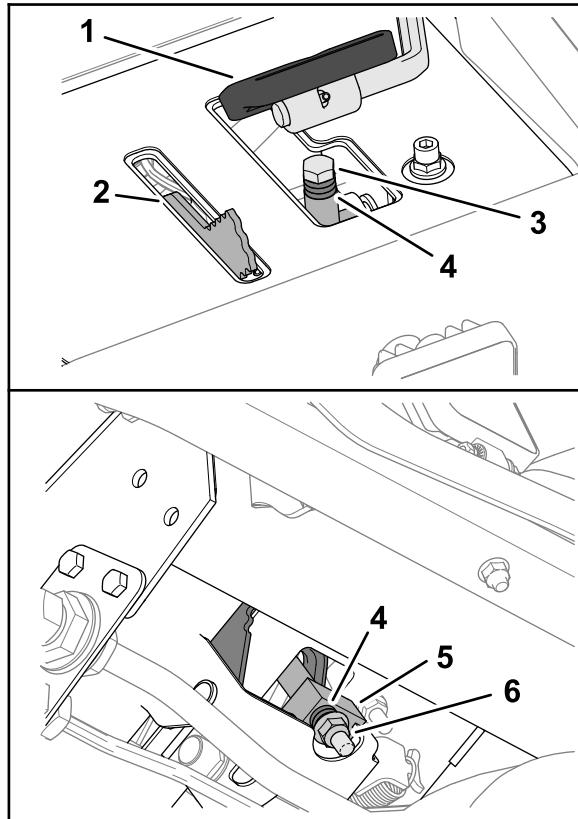

Figure 91
3. Sous la pédale de déplacement, retirez le boulon de butée et le contre-écrou à embase qui fixent les entretoises sur le bloc de butée de tonte (Figure 91).